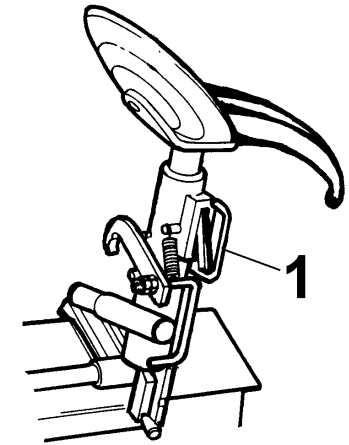

Fig.13
To turn the tool depress the handle (#1 Fig.13).
*Pour tourner l'outil, baisser la béquille (#1 Fig.13).
Zum Drehen des Werkzeugs den Haltegriff #1 Abb.13 nach unten drücken. Zum Arretieren des Werkzeugs den Haltegriff wieder loslassen.